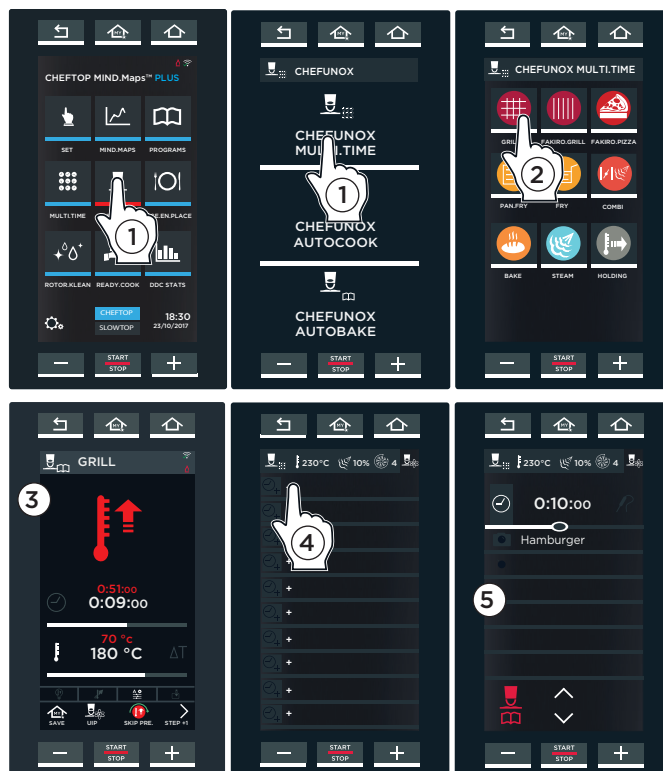

fig. MT1
- 1A** **1** Raak het pictogram 'CHEFUNOX' aan en selecteer 'CHEFUNOX MULTI.TIME' (fig. MT1);